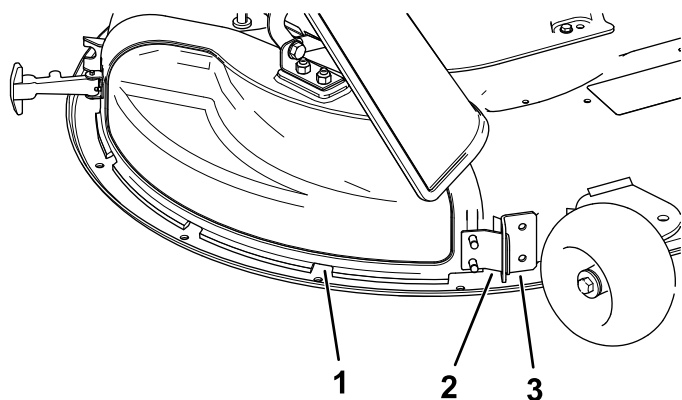

Figure 12
5. Inclinez la languette en métal sur le couvercle d'éjection pour la sortir de la fente du support qui est soudé au plateau de coupe (Figure 12).